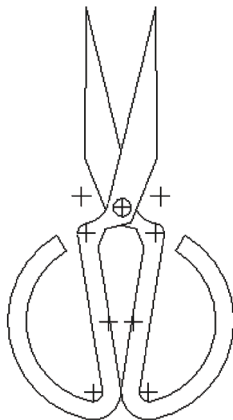

图 4-19 打开模型文件
STEP 01 单击快速访问工具栏中的“打开”按钮, 打开模型文件, 如图 4-19 所示。